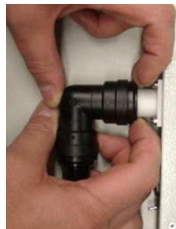

Abb. 84: Ansaugrohr
5. Ansaugrohr vom System trennen (Abb. 84).